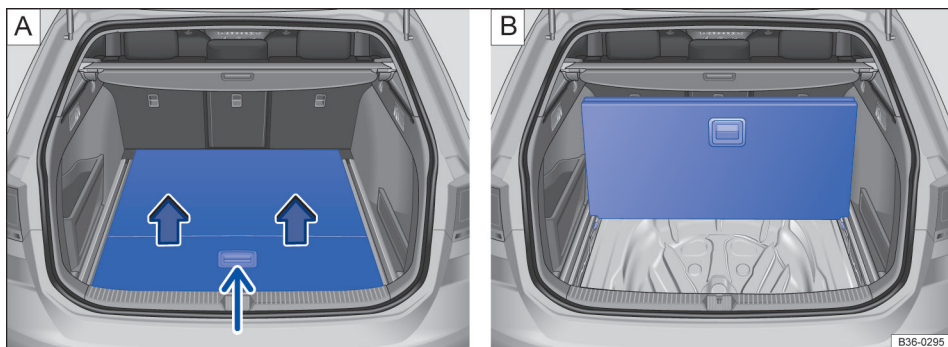

Fig. 178 No compartimento de bagagem: levantar o assoalho do compartimento de bagagem.
- Levantar o assoalho do compartimento de bagagem → Fig. 178 [A] (seta menor) e alinhar, conforme indicado → Fig. 178 [B].